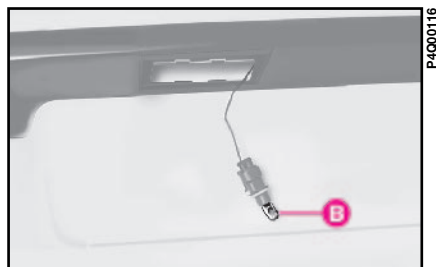

fig. 30
3) remplacer la lampe **B-fig. 30** de 12V-5W engagée par pression dans le porte-lampe.